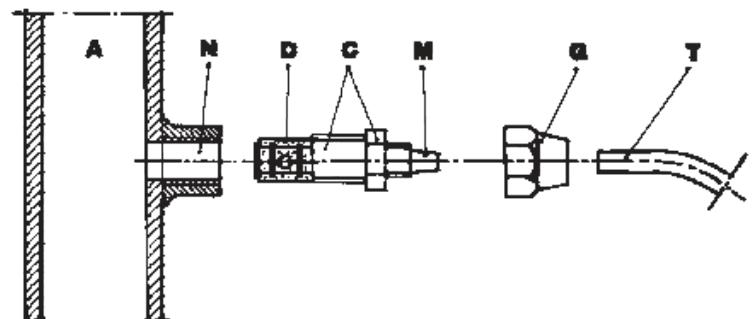

Fig. 9
- g. - Applicare sulla condotta dell'impianto da trattare, nel punto più idoneo per effettuare l'iniezione del prodotto da dosare, un raccordo da 3/8" gas femmina. Tale raccordo è escluso dalla fornitura. Avvitare la valvola di iniezione nel raccordo utilizzando come guarnizione del Teflon Fig. 9. Collegare il tubetto all'attacco conico della valvola d'iniezione e bloccarlo con l'apposita ghiera G. La valvola di iniezione è anche valvola di non ritorno.
3.1 - SCHEMA DI MONTAGGIO VALVOLA DI INIEZIONE Fig. 9